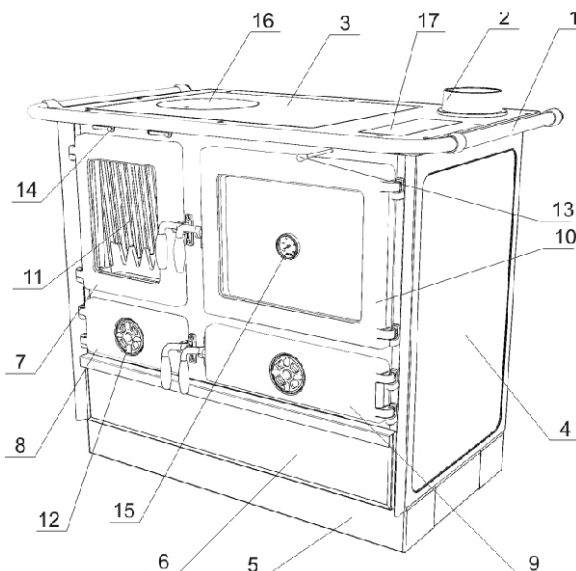

Рисунок 1
Верхняя поверхность (Рисунок 1, позиция 3) - чугунная рама, чугунный варочный настил с круглой вставной частью – конфоркой. С трех сторон рамы плиты на опорах установлен поручень (Рисунок 1, позиция 1).
С плитой поставляется чугунный дымоотводный патрубок (Рисунок 1, позиция 2), который монтируется к варочной поверхности или к присоединению сзади плиты, двумя винтами. Герметичность между варочной поверхностью и рамой плиты обеспечивает безасбестовый шнур.
Топочная камера (Рисунок 1, позиция 11) - чугунная.
- дверцу зольного ящика оставьте открытым до появления стабильного огня, после закрытия интенсивность горения регулируйте с помощью регулятора подачи воздуха (рисунок 1, позиция 12)
- При добавлении топлива, приоткройте дверцу( рисунок 1,позиция 7) на несколько градусов,подождите 4-5 секунд и только после этого медленно откройте до конца. Не открывайте дверцу быстро,т.к из плиты могут выпасть искры огня.
Регулятором первичного воздуха в плите Вы регулируете температуру,мощность и скорость сгорания топлива(Рисунок 1, позиция 12 ).Регулятор вторичного воздуха предназначен для ускорения процесса сгорания топлива, и чтобы стекло дверцы топочной камеры оставалось чистым. Комбинированием первичного воздуха (находится на дверце зольного ящика и вторичного (задвижки находится над дверцей топочной камеры, рисунок 1,позиция 14 ), достигается желаемая интенсивность горения.